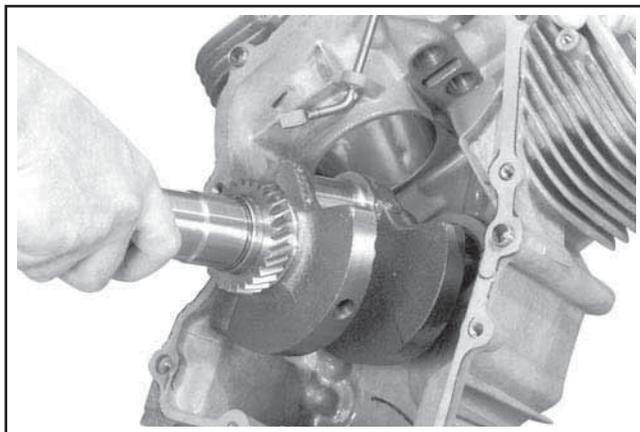

Figure 9-73. Enlèvement de l'arbre moteur.
1. Retirer prudemment l'arbre moteur du carter moteur. Voir la Figure 9-73. Noter les rondelles de butée et les entretoises si utilisées.